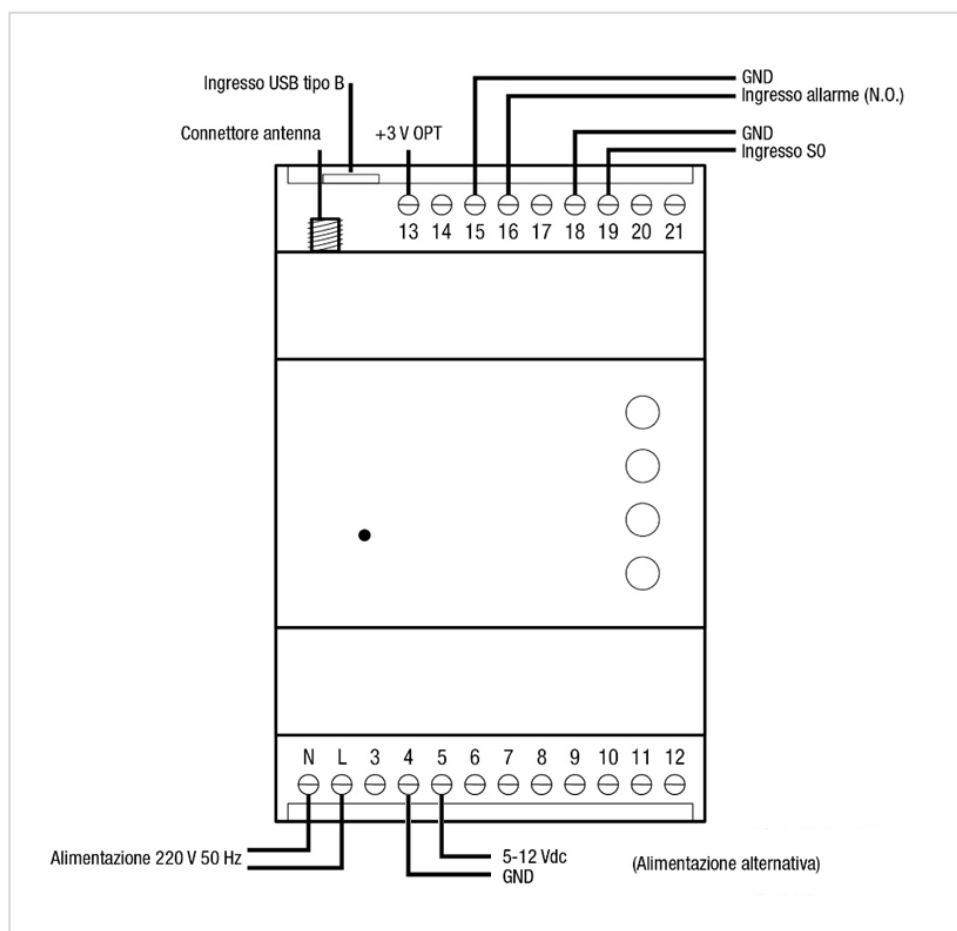

Fig. 2
- 4) Inserire il dispositivo Intelly Modem 2.0 all'interno del quadro ed effettuare i collegamenti seguendo lo schema. Predisporre l'alimentazione per il dispositivo utilizzando una delle due linee messe a disposizione: alimentazione a tensione di rete (230 Vac) o linea di alimentazione in bassa tensione (5-12 Vdc) (fig. 2).